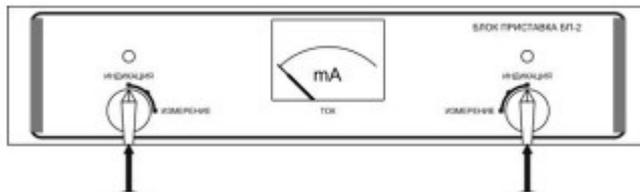

Рис.8
- при необходимости, до возникновения пробоя, можно количественно оценить значение тока в каждой цепи с помощью миллиамперметра, переведя соответствующий переключатель S1 или S2 в положение «ИЗМЕРЕНИЕ» (рис.8);